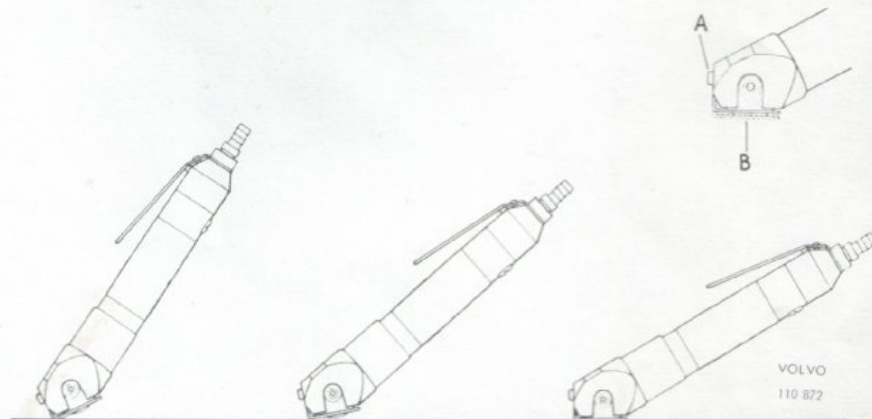

Bild 2. Ansättning av plåtsåg
Sågen är liten (bilden i skala 1:2) och lätt att arbeta med. Den har en stödplåt (B) som kan ställas in för olika plåttjocklekar, se bild 2. Även ansättningen framgår av bild 2.